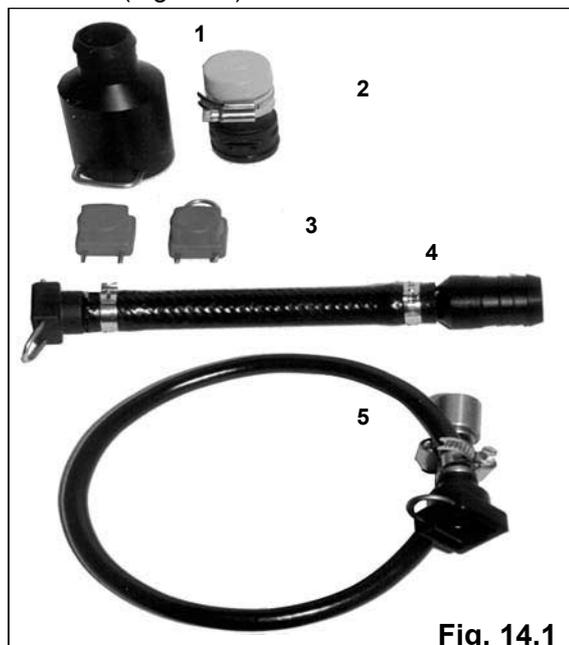

Fig. 14.1/...
Zum Anschluss der Messgeräte ist ein Prüf-Set-Feldspritze (Sonderausstattung), Best.-Nr. 919 872, erhältlich (Fig. 14.1).
- Den Durchflussmesseranschluss (Fig 14.1/4) mit einem Teilbreitenventil verbinden und an das Prüfgerät anschliessen.
- Die Anschlüsse der restlichen Teilbreitenventile mit Blindkappen (Fig 14.1/3) verschliessen.
- Anschließen den Druckschlauch (Fig 14.1/1) mit Hilfe der Stülptülle an das Prüfgerät anschließen.
- Druckanschluß der Bedienungsarmatur mit Steckstopfen (Fig. 14.1/2) verschließen.
- Den Manometeranschluss (Fig 14.1/5) mit Hilfe der Stülptülle auf den Anschluss des Teilbreitenventils stecken.